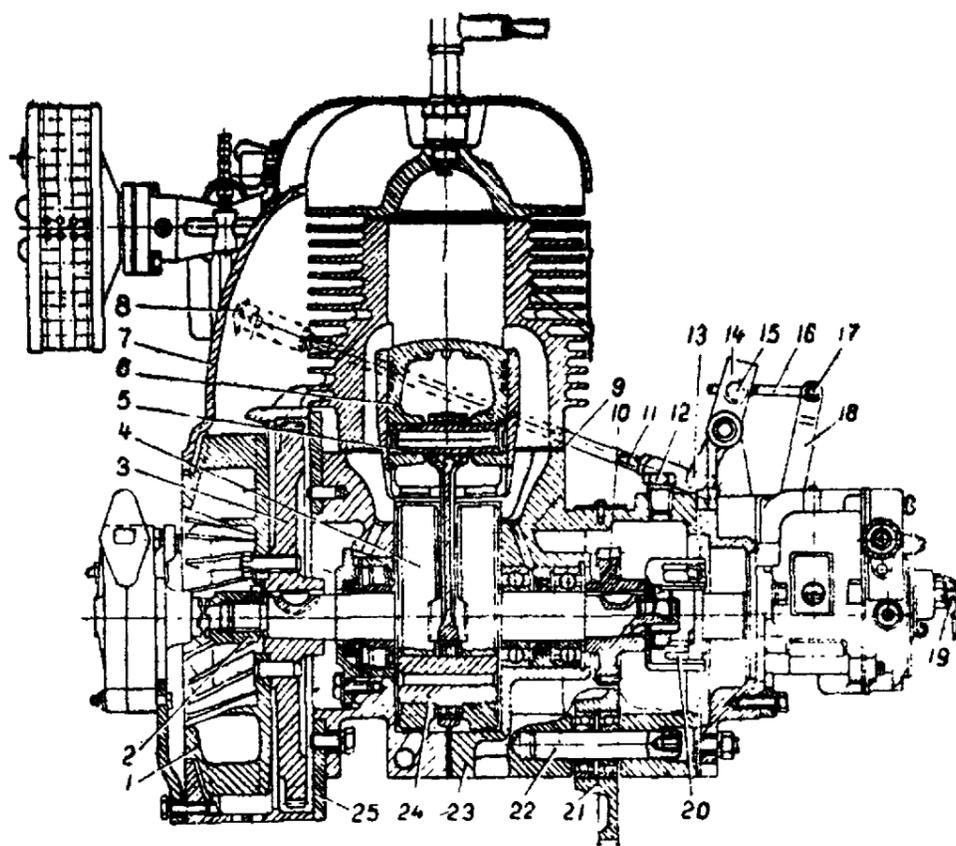

Рис. 29. Пусковой двигатель:
1. Соедините собранную тягу 11 (рис. 29) с рычагом дроссельной заслонки, заверните пробку муфты 8 и зашплинтуйте ее, затяните контргайку муфты. При этом стержень шаровой головки рычага дроссельной заслонки разместите по середине отверстия в муфте.